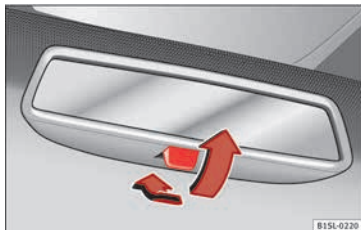

Abb. 114 Manuell abblendbarer Innenspiegel.
- Zum Abblenden des Rückspiegels, Hebel nach hinten ziehen » **Abb. 114**.